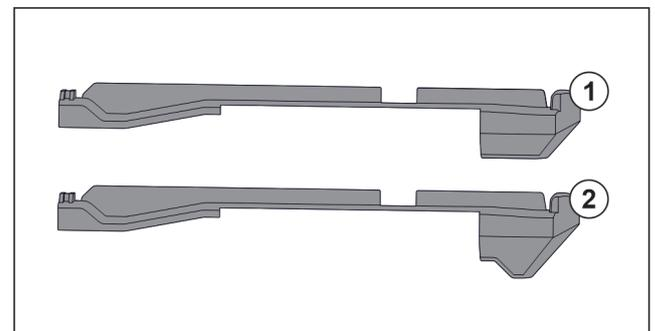

Fig. 59 Vergleich der Aufsteckteile
Im Gerät befinden sich zwei unterschiedliche Aufsteckteile. Das Aufsteckteil über dem untersten Schubfach Fig. 59 (2) hat eine dreieckige Kante. Alle anderen Aufsteckteile Fig. 59 (1) haben eine gerade Kante.
- Aufsteckteil Fig. 59 (2) mit der dreieckigen Kante über dem untersten Schubfach anbringen.
- Aufsteckteil Fig. 59 (1) mit der geraden Kante an allen anderen Stellen anbringen.